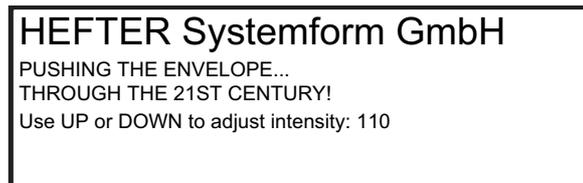

ABBILDUNG 18: Bildschirm Helligkeit einstellen
- 2 Drücken Sie die **linke** Pfeiltaste. Es erscheint der Bildschirm **Adjust Intensity (Helligkeit)** einstellen (Abbildung 18).